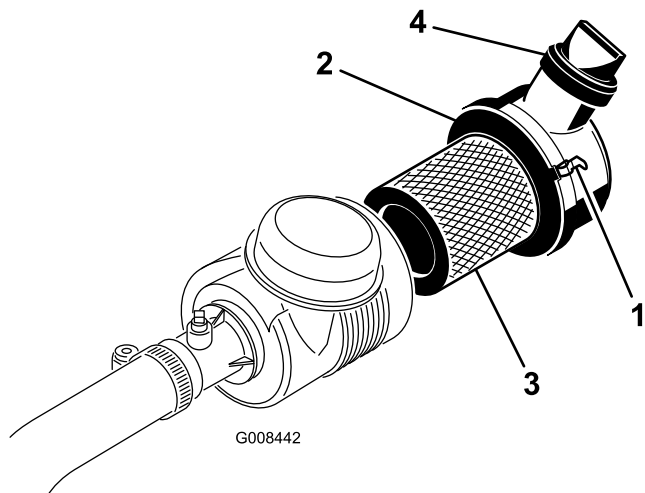

図 37
1. エアクリーナのカバーをボディーに固定しているラッチを外す(図 37)。
6. カバーを取り付け、ラッチを掛ける（図 37）。